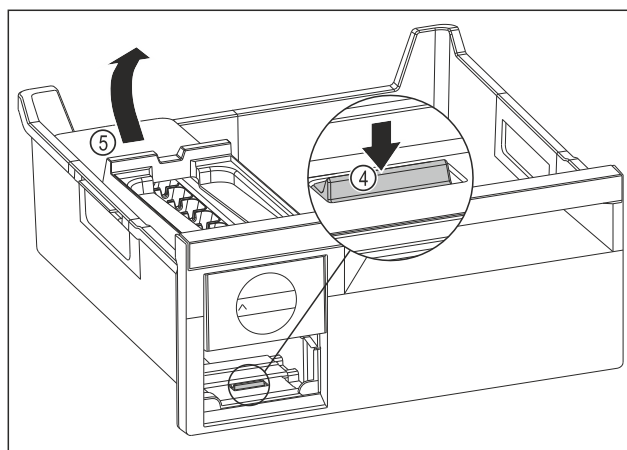

Fig. 79
- ▶ Wyjmowanie korpusu EasyTwist-Ice: Nacisnąć nakładkę Fig. 79 (4) palcem w dół i jednocześnie podnieść korpus EasyTwist-Ice Fig. 79 (5) od tyłu drugą ręką.